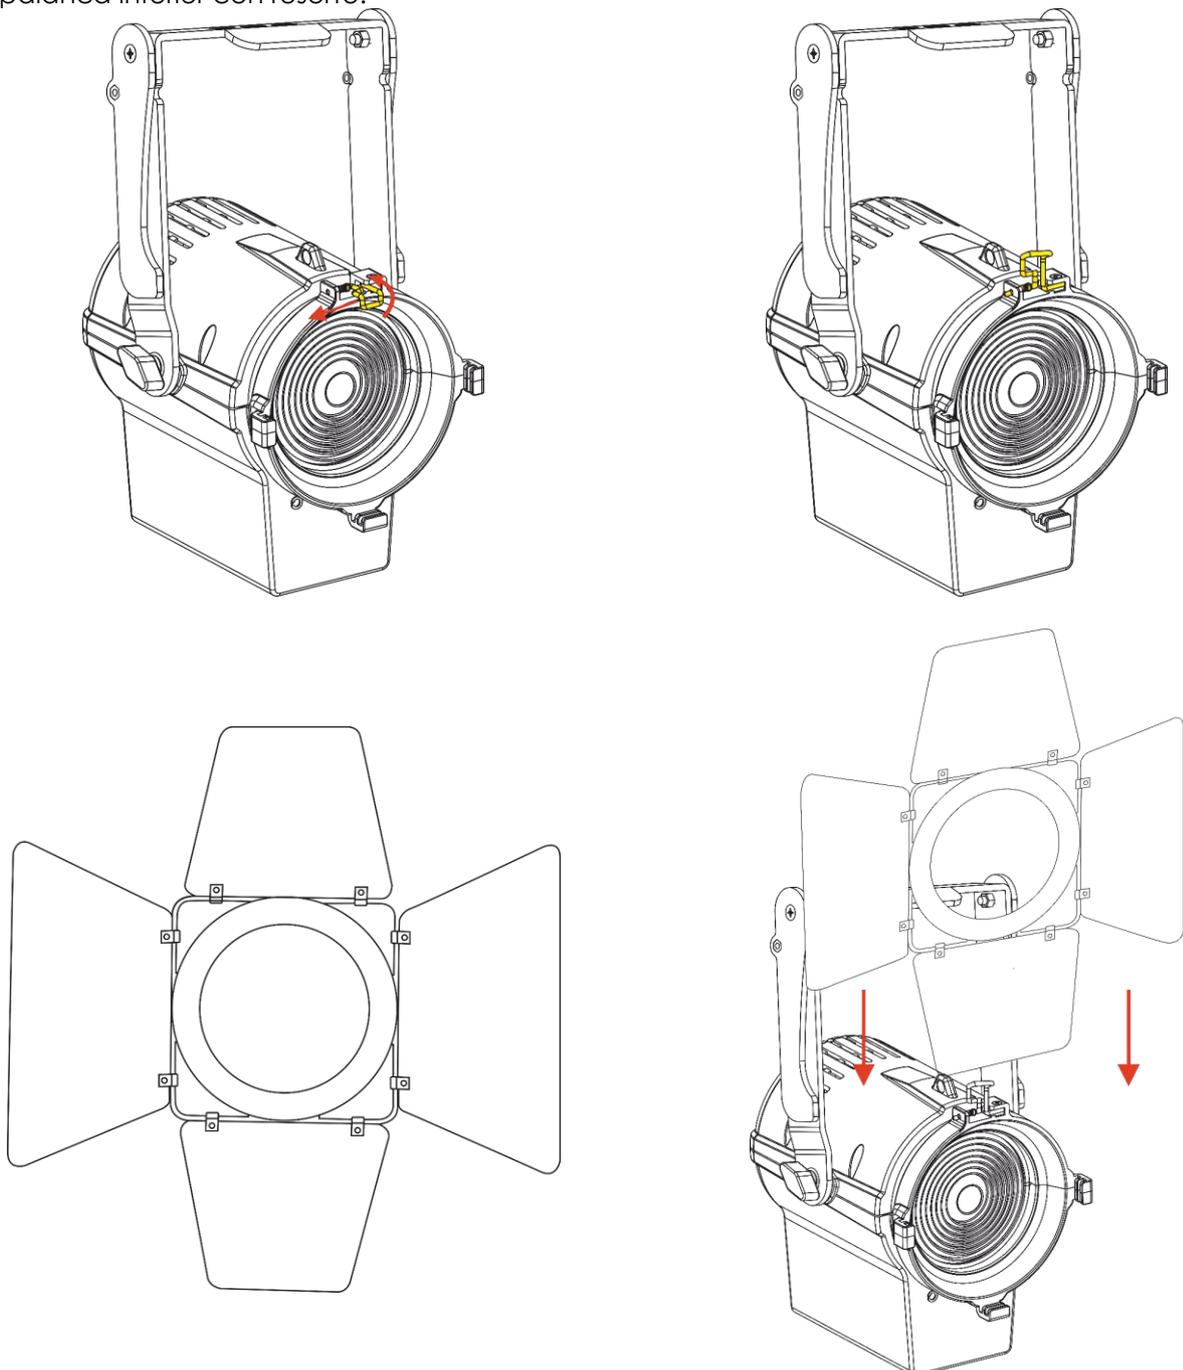

Fig. 03
- 04) Interconecte las unidades como se muestra en la Fig. 03. Para ello conecte un cable de señal DMX que vaya desde el conector DMX Out (salida) de la primera unidad hasta el conector DMX In (entrada) de la segunda unidad. Repita este proceso para interconectar las unidades segunda y tercera.